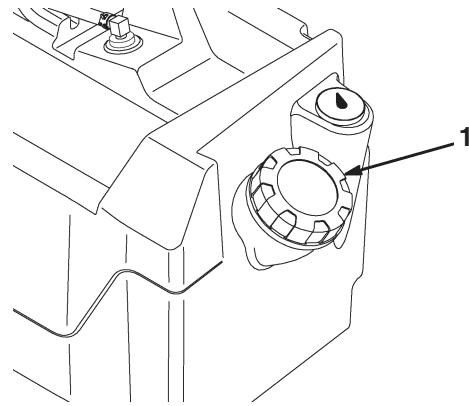

Bild 3
2. Reinigen Sie den Bereich um den Kraftstofftankdeckel (Bild 3).